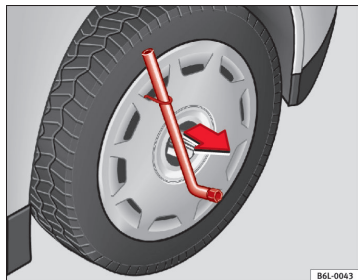

Fig. 119 Retirer l'enjoliveur de roue plein
- Retirez l'enjoliveur plein de la roue à l'aide de l'étrier métallique ⇒ fig. 119.